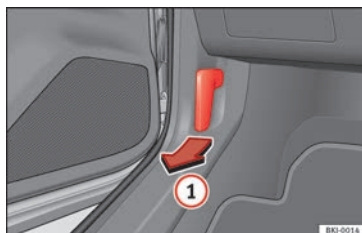

Fig. 7 Levier de déverrouillage sur le plancher, côté conducteur.
- Ouvrez la porte et tirez le levier situé sous le combiné d'instruments » fig. 7 ①.